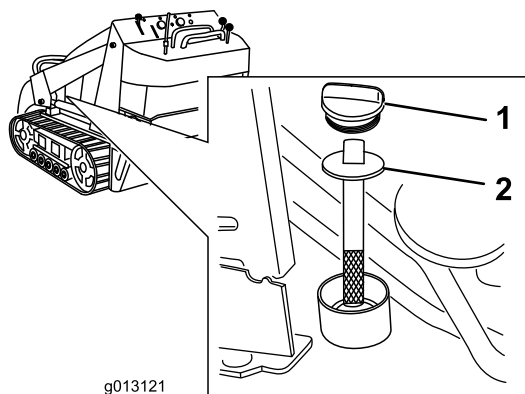

Figure 55
5. Enlevez le bouchon et la jauge du réservoir hydraulique (Figure 55).